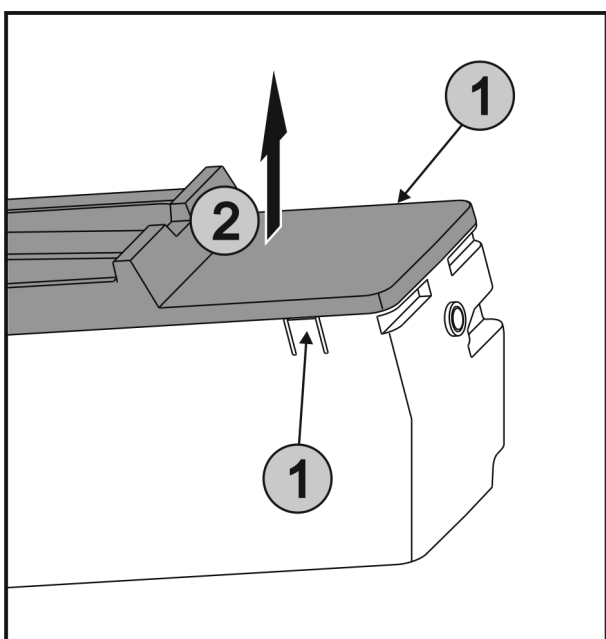

Fig. 30
- ▶ Stlačte západky Fig. 30 (1) na obou stranách EasyTwist-Ice současně a sejměte kryt Fig. 30 (2) směrem nahoru.